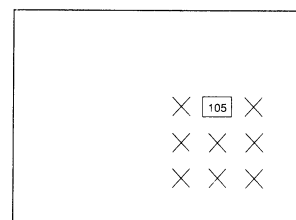

Bild 14
- Stellen Sie den Wert auf dem Bildschirm auf 105 (Bild 14).